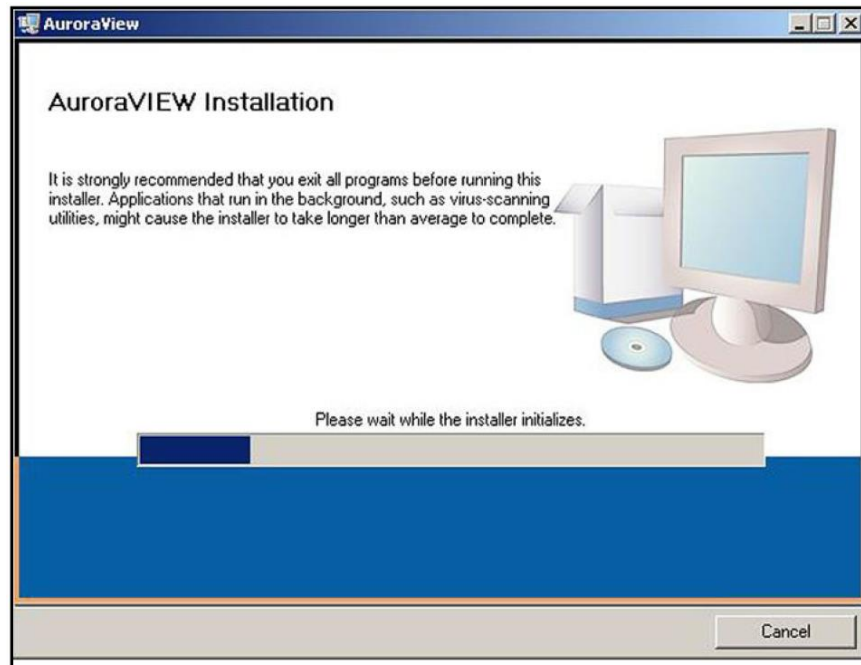

図 22 : インストールにおける推奨事項
4. インストーラを起動する前に、他のすべてのプログラムを終了します（下の図 22 を参照）。